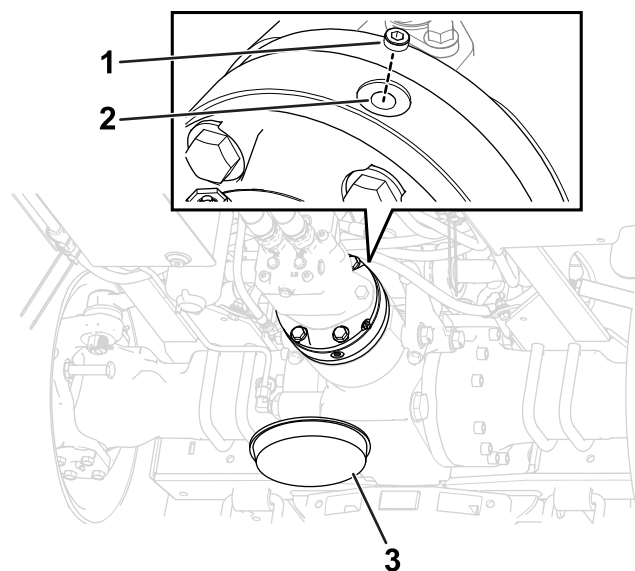

Figure 106
5. Enlevez le bouchon de remplissage en haut du carter de frein (Figure 106).
7. Remettez le bouchon de remplissage dans l'orifice de remplissage (Figure 106).